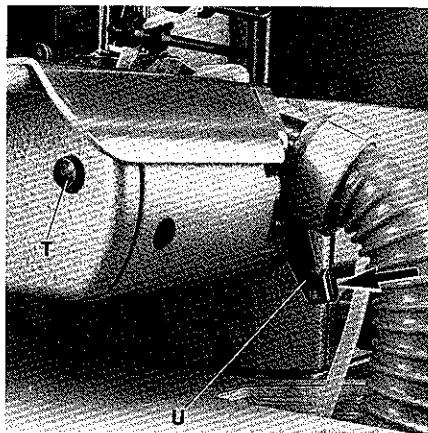

Fig.54
Press lever (U, Fig.54) in direction of the arrow as far as it will go. Then press slightly the push button (T) on the front of the cylinder. Now release lever (U) so it will move very slowly against the direction of the arrow until the slightly pressed push button (T) engages. This locks the upper knife in its lowest position and the fabric undertrimmer is disengaged. A short tip on lever (U) engages the trimmer again.
Drücken Sie den Hebel (U, Fig.54) in Pfeilrichtung bis zum Anschlag. Dann drücken Sie leicht auf den Druckknopf (T) an der Stirnseite des Zylinders. Nun lassen Sie den Hebel (U, Fig.54) los, so daß er sich ganz langsam entgegen der Pfeilrichtung bewegt bis der leicht gedrückte Knopf (T) einrastet. Das Obermesser wird dadurch in einer unteren Stellung festgehalten und der Stoffkantenunterschneider ist ausgeschaltet. Kurzes Antippen des Hebels (U) schaltet den Kanten-schneider wieder ein.